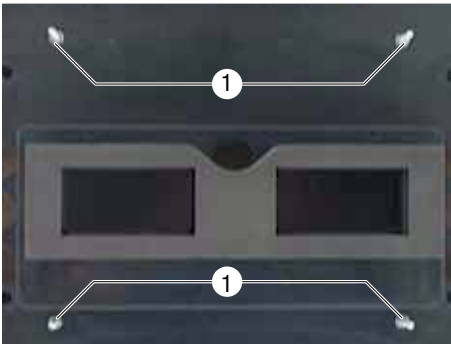

Bild 15
4 Stehbolzen M6 (1) ca. 10 mm in Gewindebohrungen an Grundplatte Klimaanlage einschrauben (Bild 15).